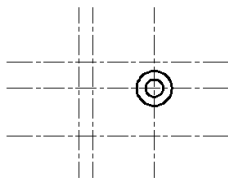

图 7-39 创建辅助线
- 07 单击【修改】工具栏 按钮，将垂直中心线向左偏移 49 和 60 个绘图单位，将水平辅助线向上偏移 21 个单位、向下偏移 38 个单位，创建辅助线如图 7-39 所示。